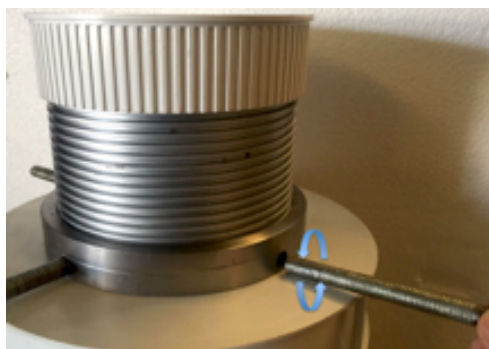

Fig. 1
- No retire el conjunto estanco (tapa (1) y anillo (3)) para su instalación quitando previamente la puerta, esto evitará la entrada de sustancias que dañen el sistema de apertura.
- Coloque los 4 ejes de seguridad (6) enroscándolos en el anillo de seguridad (Fig. 1).